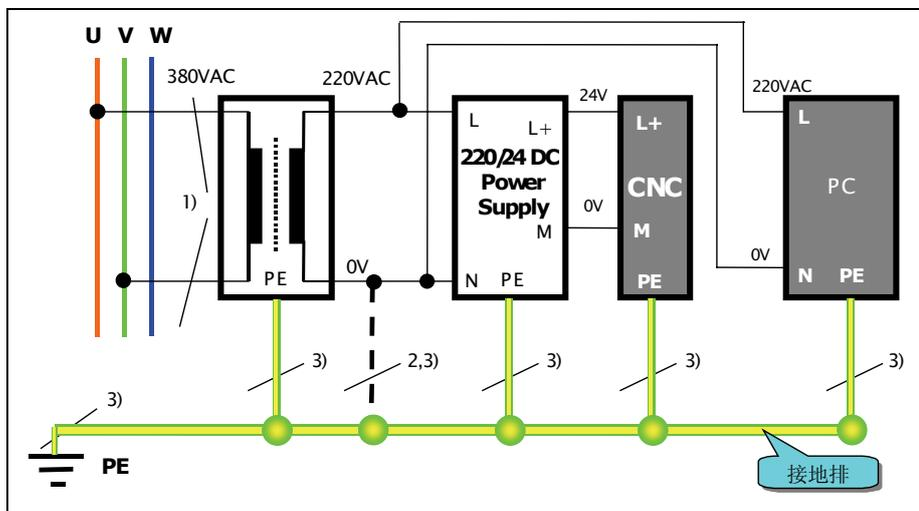

图 2-1 控制变压器
- 10) 现场没有良好接地的情况下，控制变压器必须为浮地设计，但此时任何与 CNC 控制器连接的外设(如 PC/PG)，其 220VAC 电源必须连接到控制变压器，参见图 2-1；
电柜中必须采用独力的控制变压器，给系统的 24VDC 供电。控制变压器接线如图 2-1 所示。